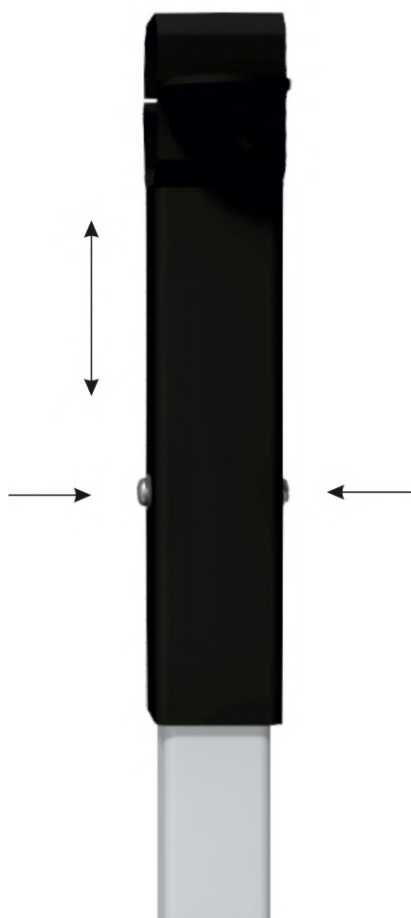

Рисунок 6.6.2 Регулировка высоты стойки
Опора стрелы имеет возможность регулировки высоты стойки, достаточно ослабить затяжку двух винтов (3) и переместить подвижную часть стойки (2) на требуемую высоту (рисунок 6.6.2).